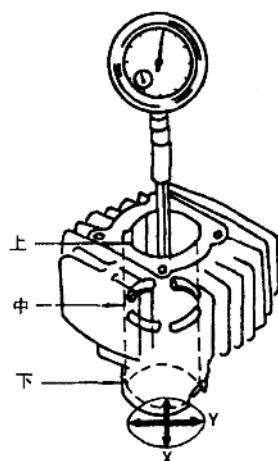

图1-7 测量气缸内径
(6)气缸磨损的检测方法:气缸磨损通常用内径百分表进行测定,测定部位应按图1-7所示的要求,在活塞销方向(X—X方向)及其垂直方向(X—Y方向),选上、中、下三段的六个点